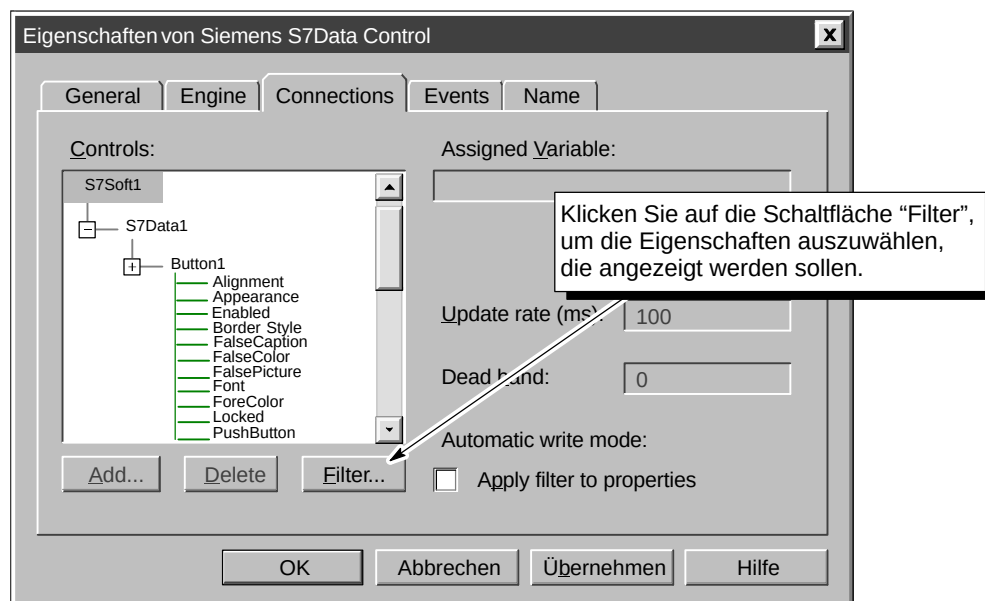

Bild 1-6 Schaltfläche "Filter"
4. Wählen Sie die Schaltfläche "Filter" (siehe Bild1-6).